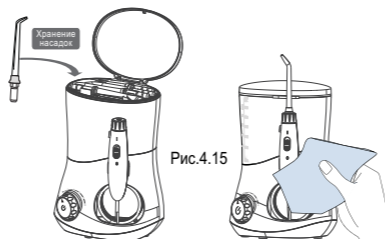

Рис.4.15
4.15. После использования прибора отключите его от сети, положите насадки для хранения в отсек, вытрите прибор насухо (рис.4.15).